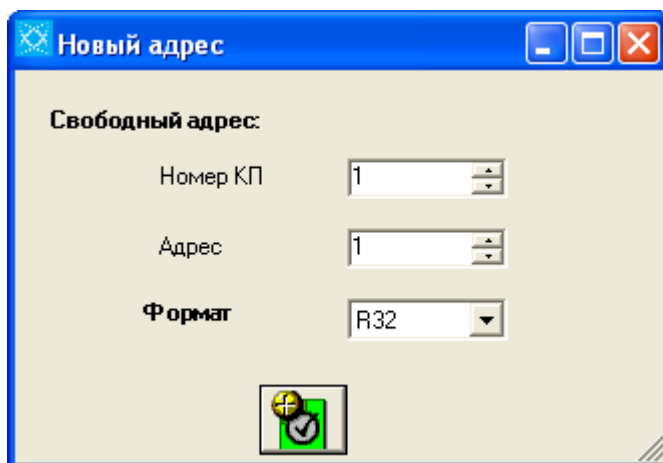
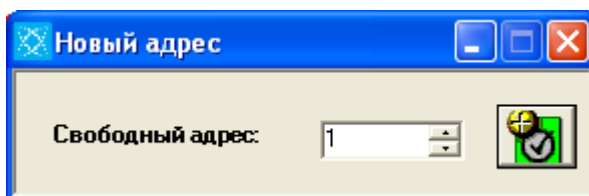

Рисунок 45. Окно «Новый адрес» для протоколов МЭК 60870-5-101 и МЭК 60870-5-104
Рисунок 46. Окно «Новый адрес» для других протоколов
- 2) Выберите ТИ из таблицы принимаемых ТИ и щелкните по кнопке ретрансляции – откроется окно «Новый адрес». Данное окно одинаково для всех протоколов, за исключением протоколов МЭК 60870-101 и МЭК 60870-5-104. Для протоколов 101/104 введен дополнительный элемент управления «Формат», представляющий собой выпадающий список, и имеются различия в формировании адреса ретранслируемого ТИ. На рисунок 45 представлено окно «Новый адрес» для протоколов 101/104, на рисунок 46 – для остальных протоколов.